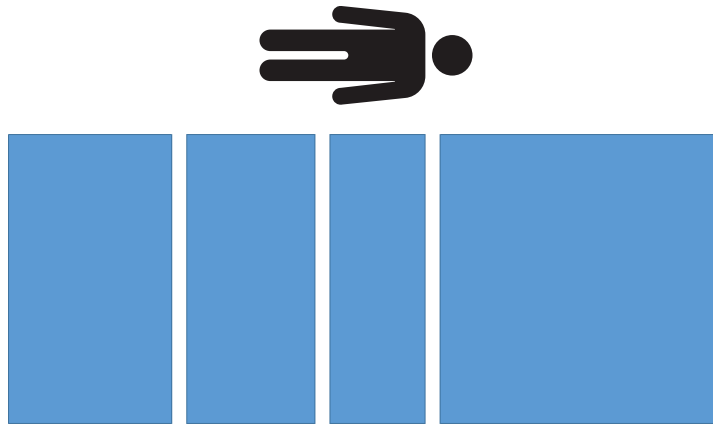

Figure 24 – Test de performance du poids - 0 kg
12. Retirer tous les poids étalonnés du produit (Figure 24).